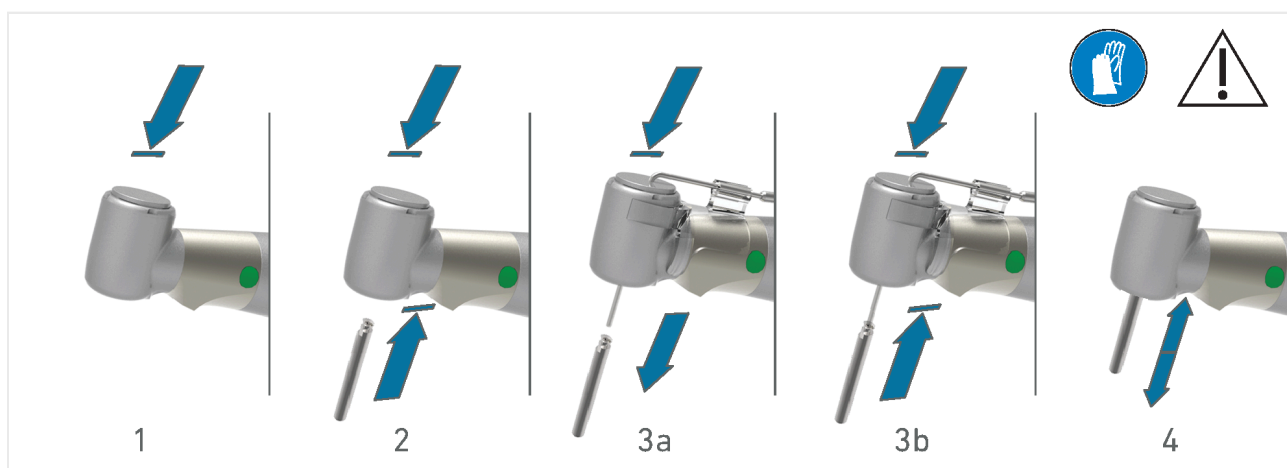

FIG. 3
1. Premere il pulsante ed estrarre simultaneamente l'utensile (FIG. 3 passo 1).
2. Premere il pulsante, inserire il nuovo utensile fino all'arresto e rilasciare il pulsante (FIG. 3 passo 2).
3. Se si usa il sistema di irrigazione Kirschner/Meyer, si raccomanda di lasciare il tubo di raffreddamento in posizione per il cambio utensile (FIG. 3 passo 3a e 3b).
Verificare che la fresa possa essere girata agevolmente e che rimanga in posizione quando si applica la trazione (FIG. 3 passo 4).
2. Rimuovere la fresa (FIG. 3 passo 1).